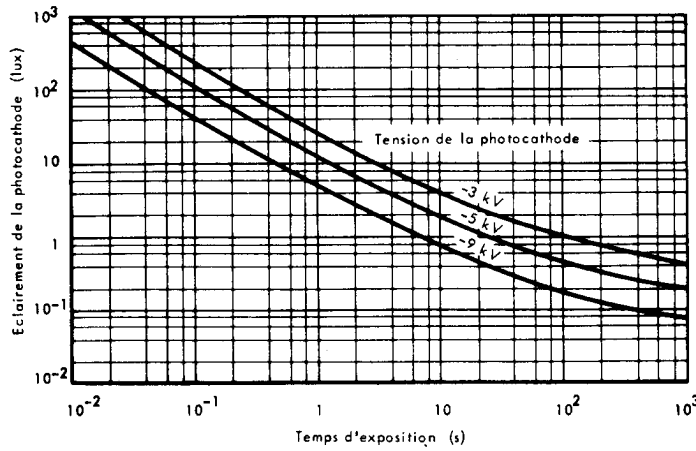

Fig 1 - Eclairages limites .
- 4 - Le tube ne doit pas être soumis à des niveaux lumineux supérieurs à ceux définis par les courbes de la figure 1\*.